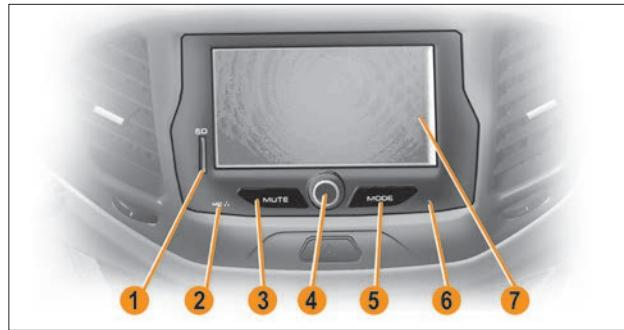

Рис. 7. Внешний вид и форма MMC с навигационной системой
2.1.1 Включение MMC с навигационной системой осуществляется кратковременным нажатием (1-2 сек.) на ручку энкодера 4 (рис. 7).
2.1.3 Для выключения MMC с навигационной системой кратковременно нажмите ручку энкодера 4 (рис. 7) и удерживайте ее в нажатом положении до выключения дисплея.
2.1.4 Для перезагрузки MMC с навигационной системой тупым тонким стержнем нажмите и удерживайте в течение 2–3 сек. кнопку Reset **6** (рис. 7). После перезагрузки MMC с навигационной системой переходит в режим «Радио» с прослушиванием первой сохраненной радиостанции.
Для выключения звука нажмите кнопку **MUTE** (кнопка **3**, рис. 7). Для включения звука нажмите кнопку повторно.
Кнопка **MODE** (кнопка **5**, рис. 7) служит для переключения режимов работы MMC без навигационной системы, при этом будут отображаться только активные режимы. Например, если вставлена SD-карта и на ней есть только видеозаписи, то, используя кнопку **MODE**, можно попасть в окно «**Видео**», но нельзя попасть в окно «**Аудио**» и «**Фотографии**».
Регулировка громкости осуществляется вращением ручки энкодера **4** (рис. 7) вправо или влево.